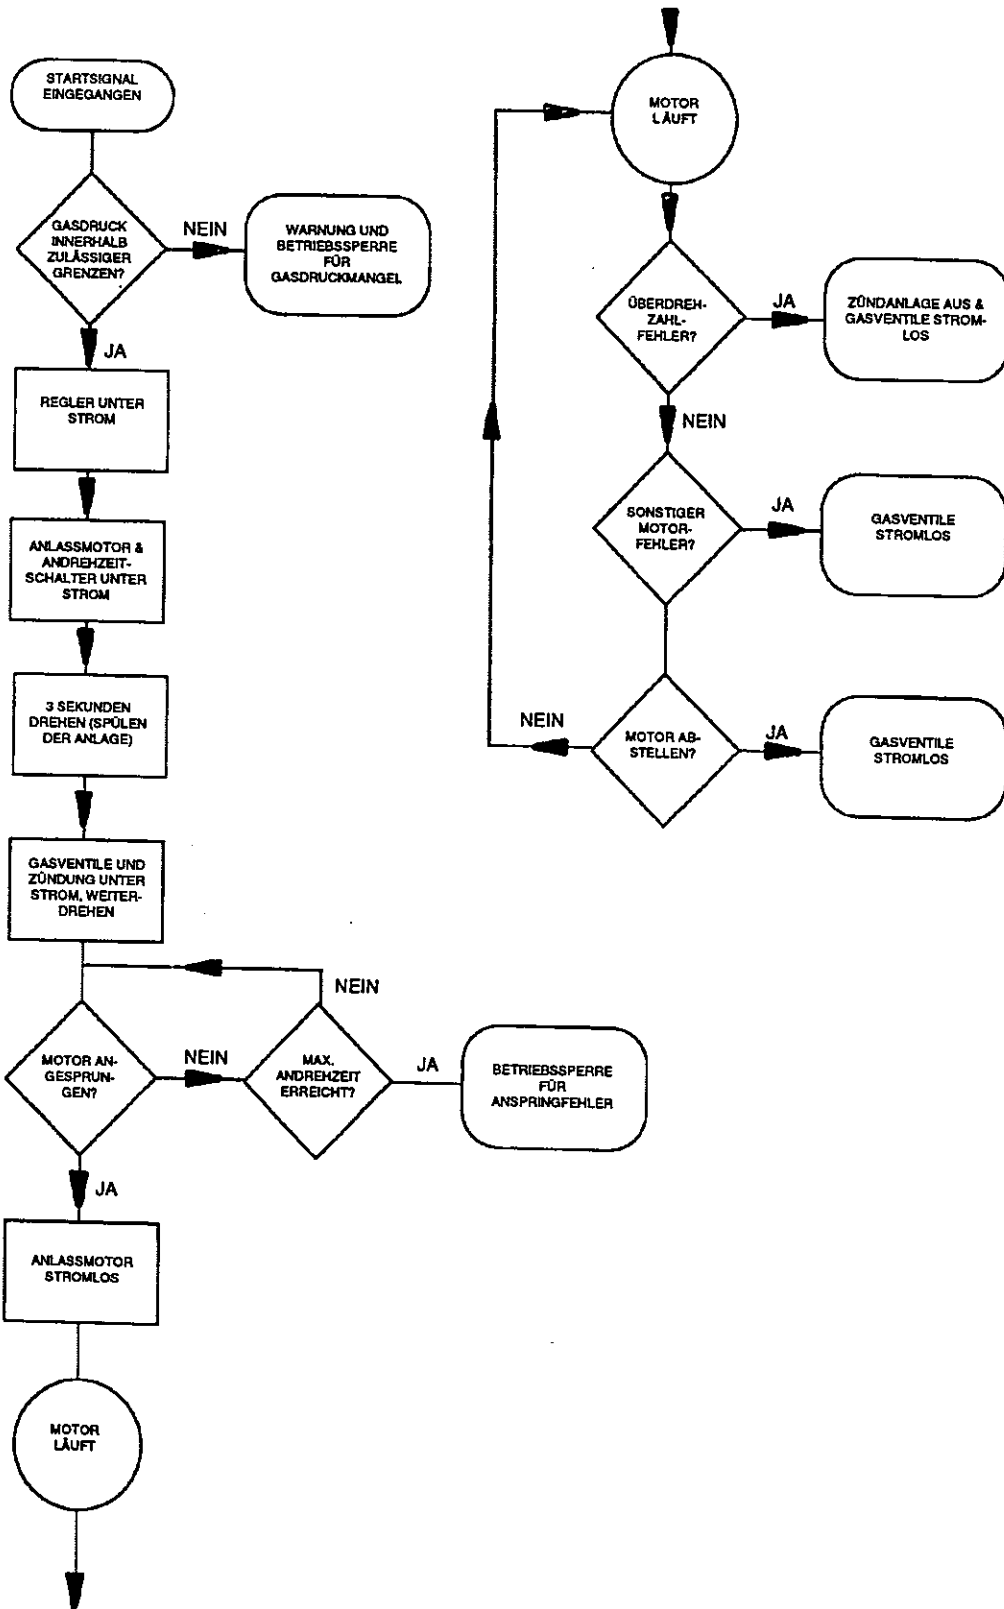

Bild 14
- 2 Automatische Anlaß- und Abstellfolge siehe **Bild 14** auf **Seite 27**.